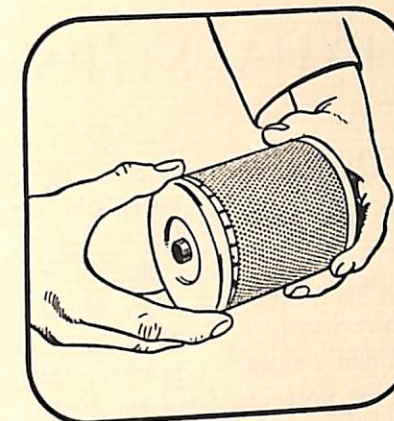

FIG. 68
- (d) Remove bottom cover plate from cage (see fig. 68).